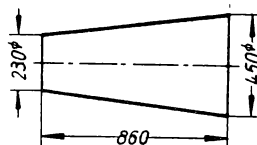

Bild 97
**237.** Das Galloway-Rohr eines Dampfkessels, innen von den Feuergasen, außen vom Wasser bespült, hat die skizzierte Form eines abgestumpften Kegels. Wie groß ist die Heizfläche, d. h. die Mantelfläche des Rohres (Bild 97)?